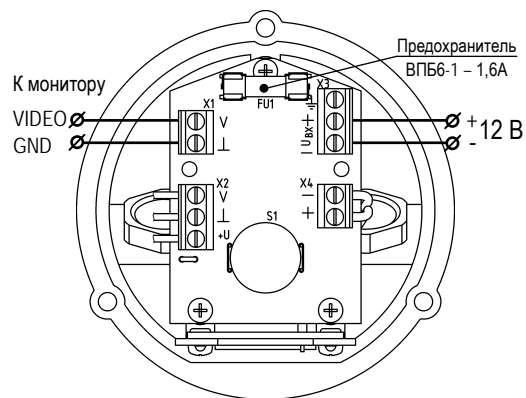

Рис.3 Подключение видеокамеры в ТГБ-5-180-12/12
- пропустив через гермовводы кабель питания и коаксиальный кабель подключить их к плате коммутации как показано на рис. 3;